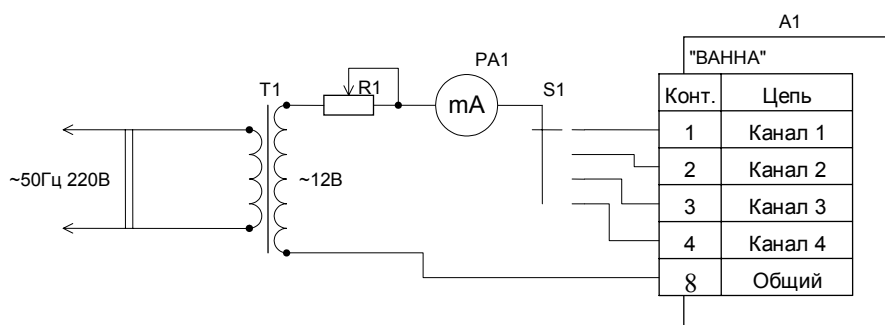

Рис. 9. Схема калибровки миллиамперметра приставки СКАТ-70П.
6.4.2.1. Калибровку миллиамперметра приставки производите по схеме рис. 9.